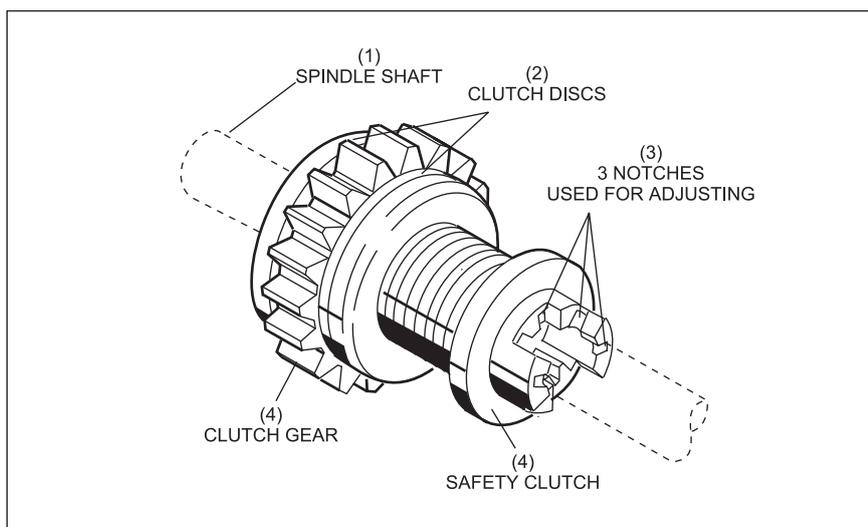

Figure 8-15. Remontage de l'embrayage
5. Nettoyez tous les éléments avec un produit nettoyant à base d'eau et une serviette sèche. Lorsque vous remontez l'embrayage, positionnez les côtés brillants des deux disques d'embrayage en contact avec le pignon de l'embrayage. *Figure 8-15.*